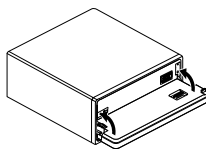

Abb. 14
3. Klappen Sie die Halter hoch. (Abb. 14)